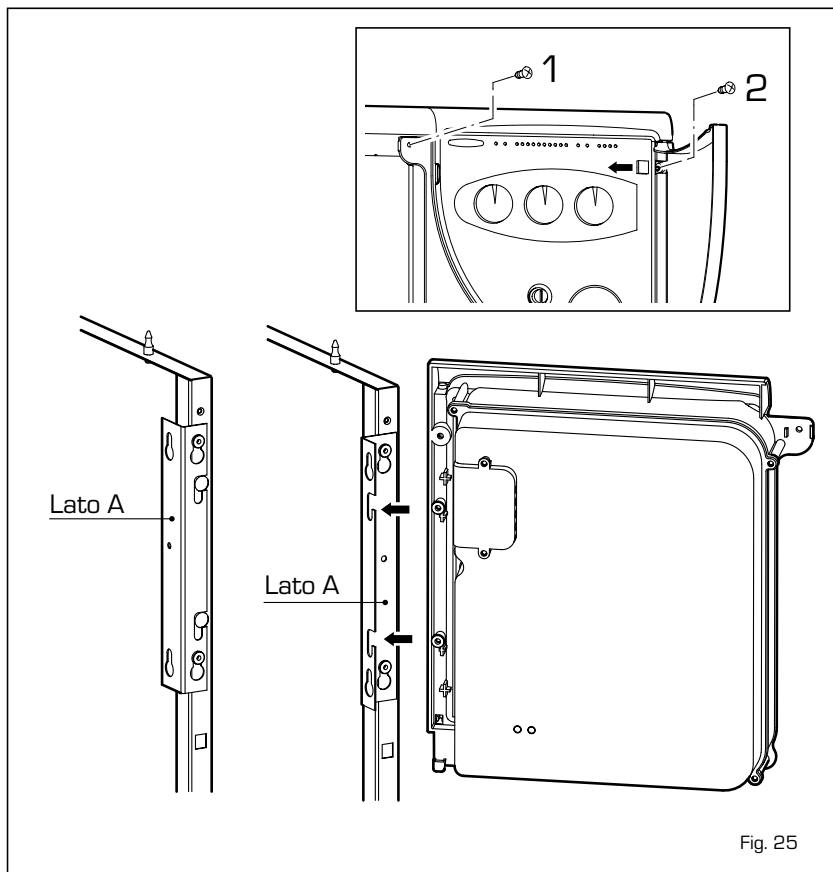

Fig. 25
4.6.1 Smontaggio coperchio mantello e pannello comandi (fig. 25)